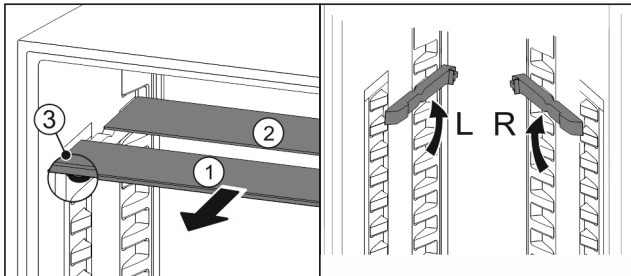

Fig. 93
- ▶ Húzza ki Fig. 93 (1) előre az üveglapokat egyesével.
- ▶ Az üveglap Fig. 93 (1) a díszléccel előre néz.
- ▶ Az ütközők Fig. 93 (3) lefelé mutatnak.